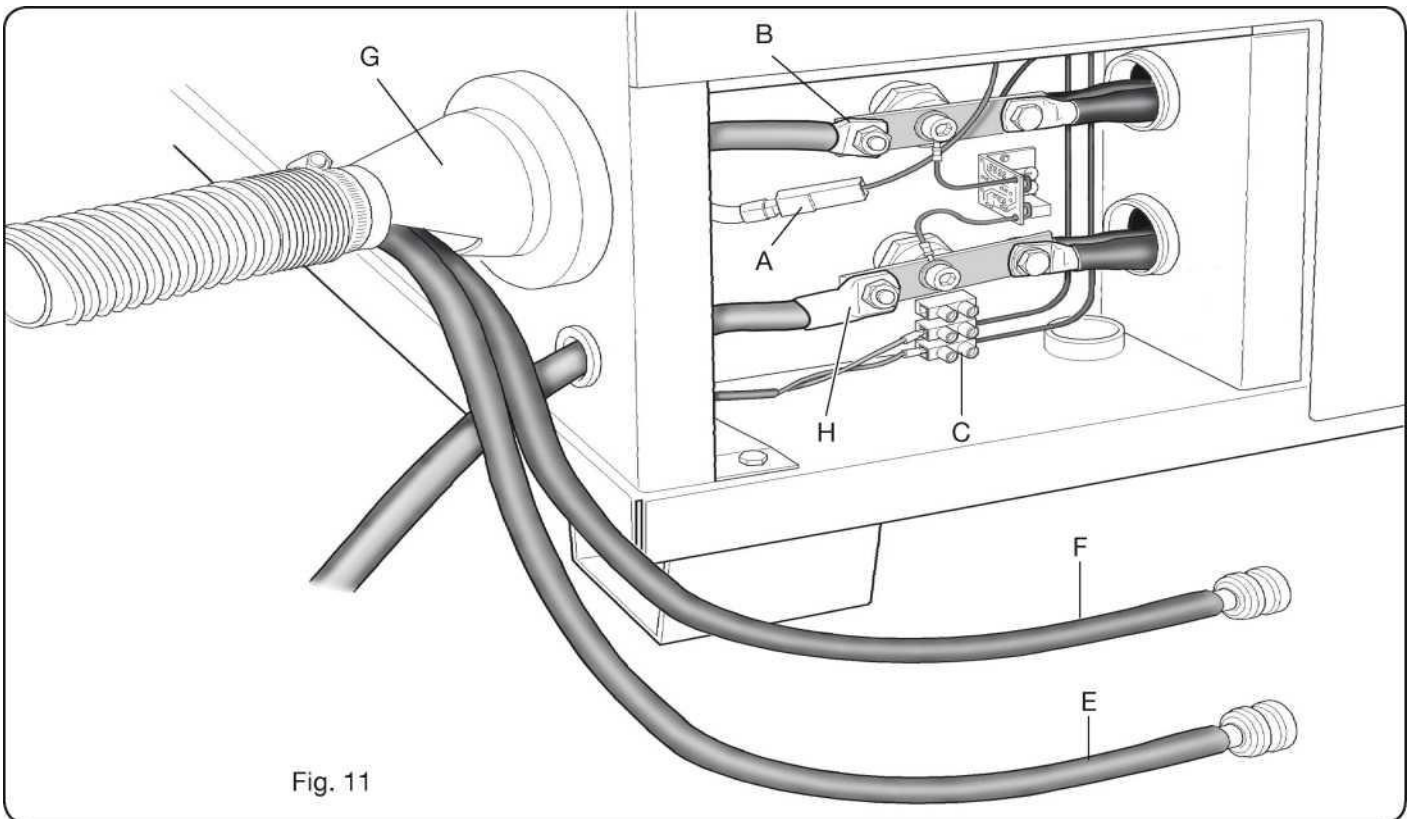

Fig. 11
• После выполнения этой операции приступайте к выполнению различных подключений (рис. 11).